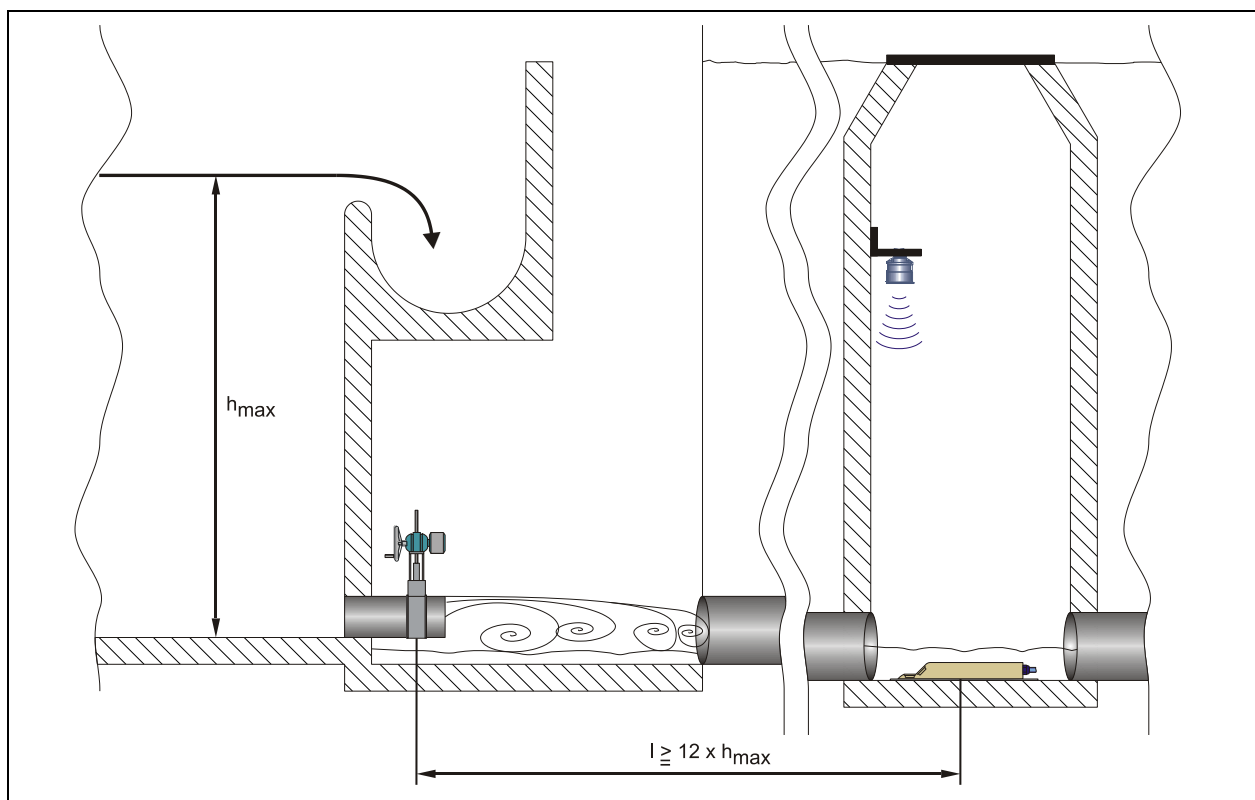

Fig. 6-33 Amenajarea măsurării în aval de vană
*Dacă această amenajare nu se poate realiza, atunci punctul de măsurare va fi instalat în aval de vană, la o distanță **minimă** de $12 \times$ nivel maxim deversor (vezi Fig. 6-33). Înaintea instalării se va verifica, dacă locul măsurării corespunde din punct de vedere hidraulic și, în caz contrar, se va prevedea prelungirea zonei de liniștire sau cel puțin o măsură de reducere a energiei (de ex. spargeval) în aval de vana reglatoare, în vederea obținerii condițiilor de măsurare corespunzătoare.*